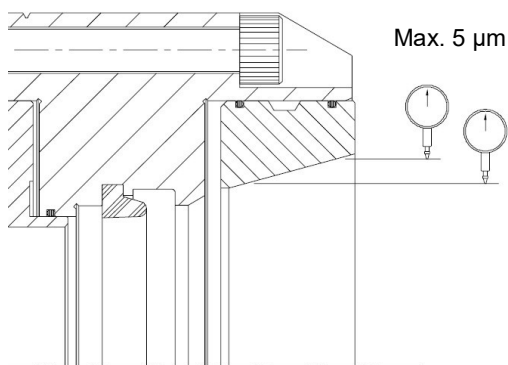

Abbildung 4.2
8. Futter im Konus in 2 Ebenen (vorne und hinten) ausrichten. Die Rundlaufabweichung sollte dabei 5 µm nicht überschreiten, siehe Abbildung 4.2.